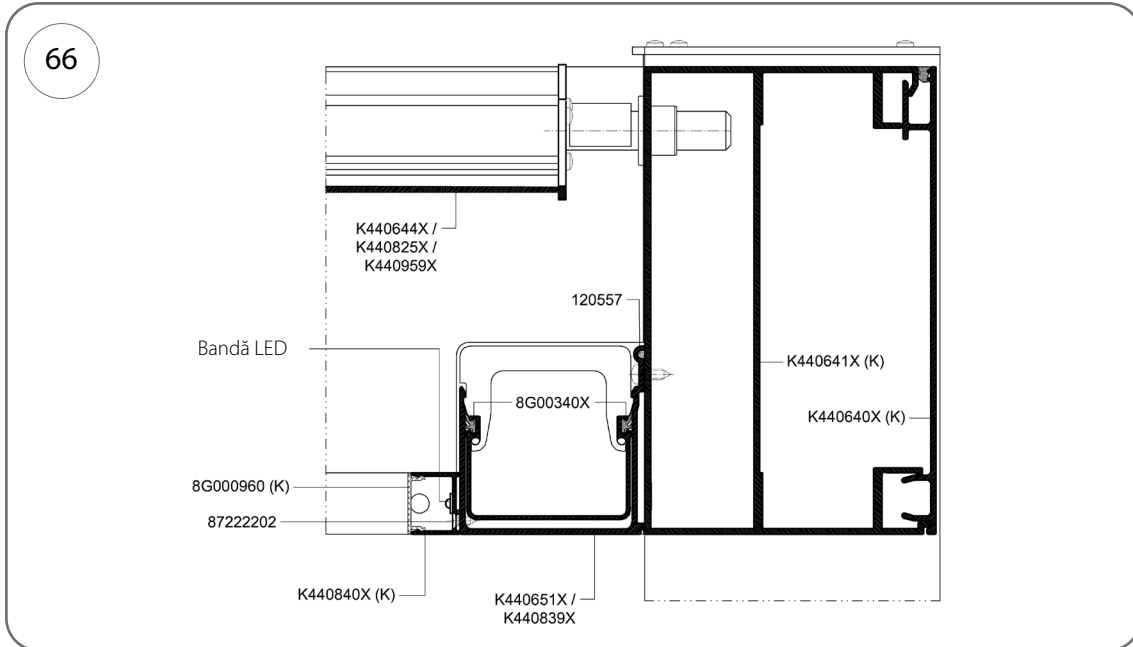
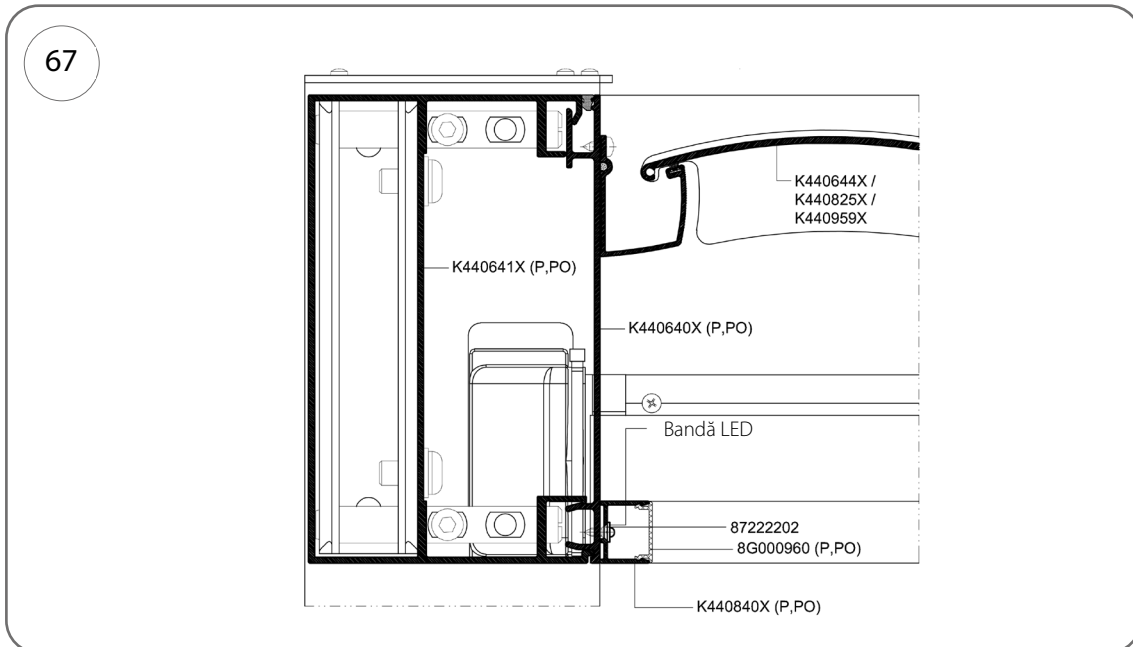

Fig. 66
Fig. 67
1. Înșurubați la capacul de purlină (nr. cat. K440640X) (Fig. 66) și la carcasa jigheabului (nr. cat. K440651X sau K440839X) (Fig. 67) secțiunea profilului LED, nr. cat. K440840X, folosind șuruburi de 3,5 x 9,5 mm, nr. cat. 87222202.